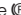

Abb. 255 Im unteren Bereich der Mittelkonsole: Taste für die elektronische Parkbremse.
- Ziehen Sie an der Taste  » **Abb. 255** und halten Sie sie in dieser Position.
- Die Parkbremse ist aktiviert, wenn die Kontrollleuchte der Taste » **Abb. 255** (Pfeil) und die rote  Kontrollleuchte am Bildschirm des Kombiinstruments aufleuchtet.
- Drücken Sie die Taste  » **Abb. 255**. Gleichzeitig kräftig das Bremspedal drücken, oder wenn der Motor angelassen ist, leicht das Gaspedal drücken.
- Die Kontrollleuchte der Taste » **Abb. 255** (Pfeil) und die rote  Kontrollleuchte am Bildschirm des Kombiinstruments erlöschen.
Durch ununterbrochenes Ziehen der Taste  » **Abb. 255** beim Anfahren kann das auto-
- Ziehen Sie an der Taste  » **Abb. 255** und halten Sie sie in dieser Position, um das Fahrzeug **energisch** zu bremsen. Gleichzeitig ertönt ein Warnsignal.